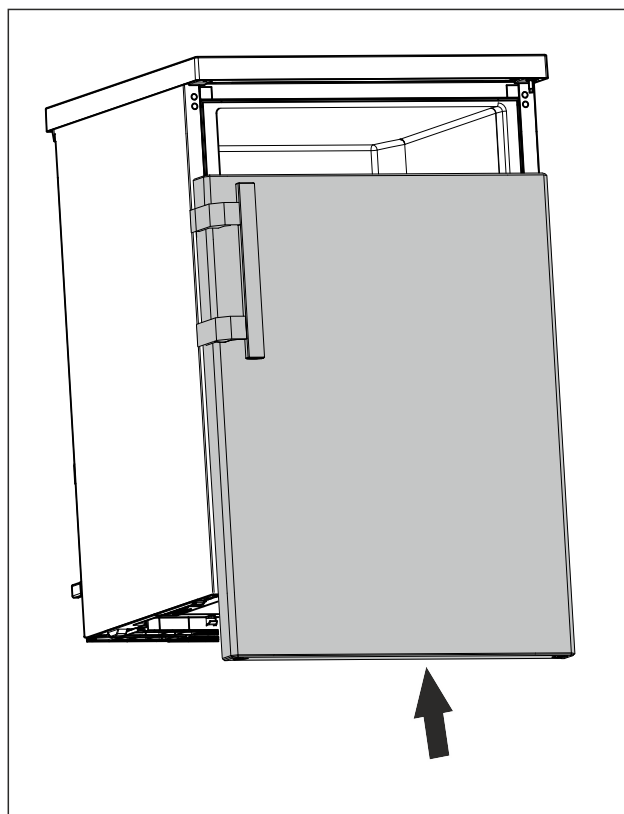

Fig. 24
- Pomičite zatvorena vrata do gornjeg svornjaka. (pogledajte Fig. 24)